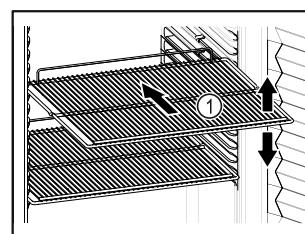

Fig. 71 Примерное изображение
- Если имеются решетчатые полки Fig. 71 (1), отрегулируйте высоту их установки.